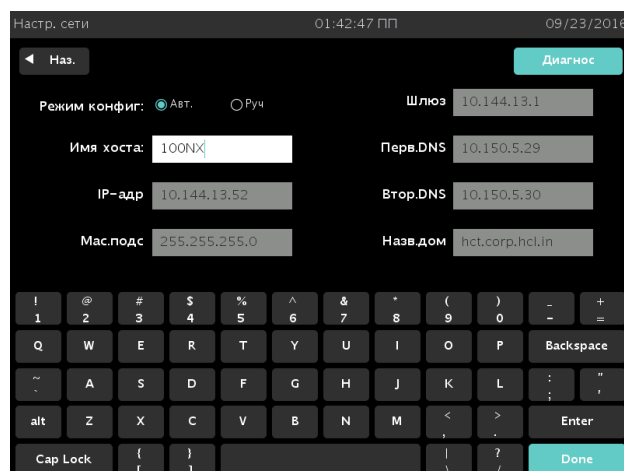

Рисунок 68. Настройки сети 1. Данные в поле этого экрана представлены для контекста.
4. Убедитесь, что настройки сети на экранах 1 и 2 стерилизатора (см. рисунок 68 и 69) соответствуют настройкам серверного компьютера.